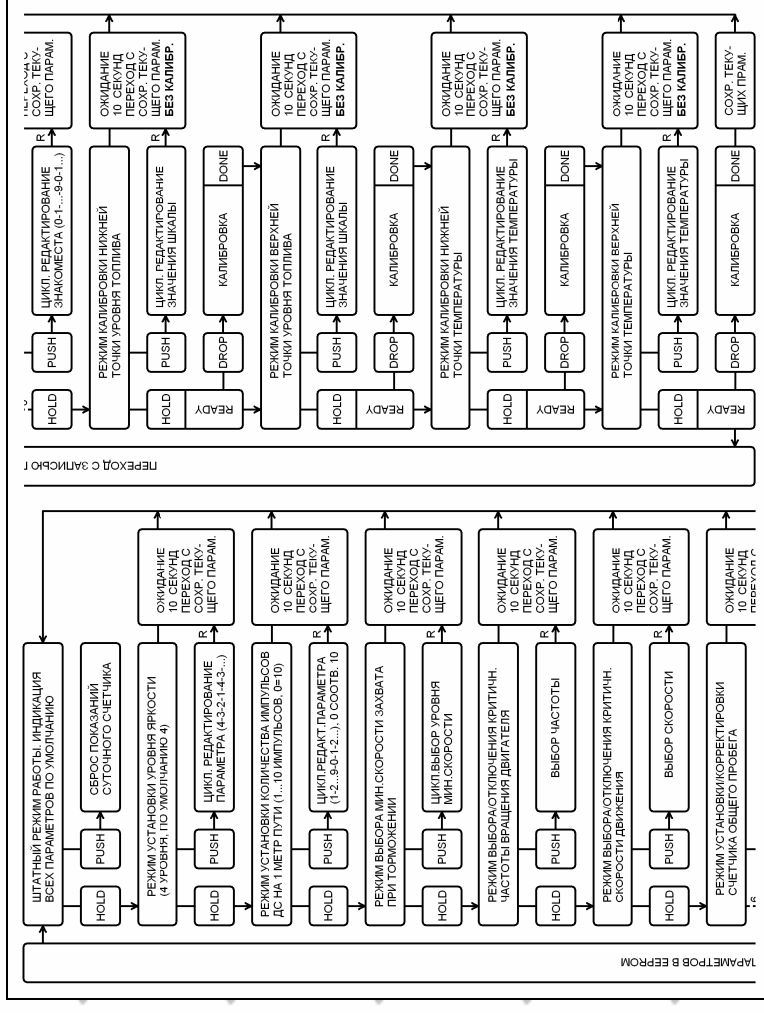

Рисунок 4
Каждый из режимов (кроме штатного) предусматривает функцию автоматического перехода из текущего режима в штатный, если кнопка RESET не была нажата ни разу в течении 10 секунд. Каждое нажатие кнопки перезапускает ждущий таймер автоматического перехода (см.рис.4).
Блок режимов калибровки состоит из четырех режимов: калибровка нижней и верхней точек уровня топлива, калибровка нижней и верхней точек температуры двигателя (см.рис.4).
6.4 Управление режимом работы и индикации комбинации приборов осуществляется одной кнопкой RESET. Логика работы отображена на рис.4.